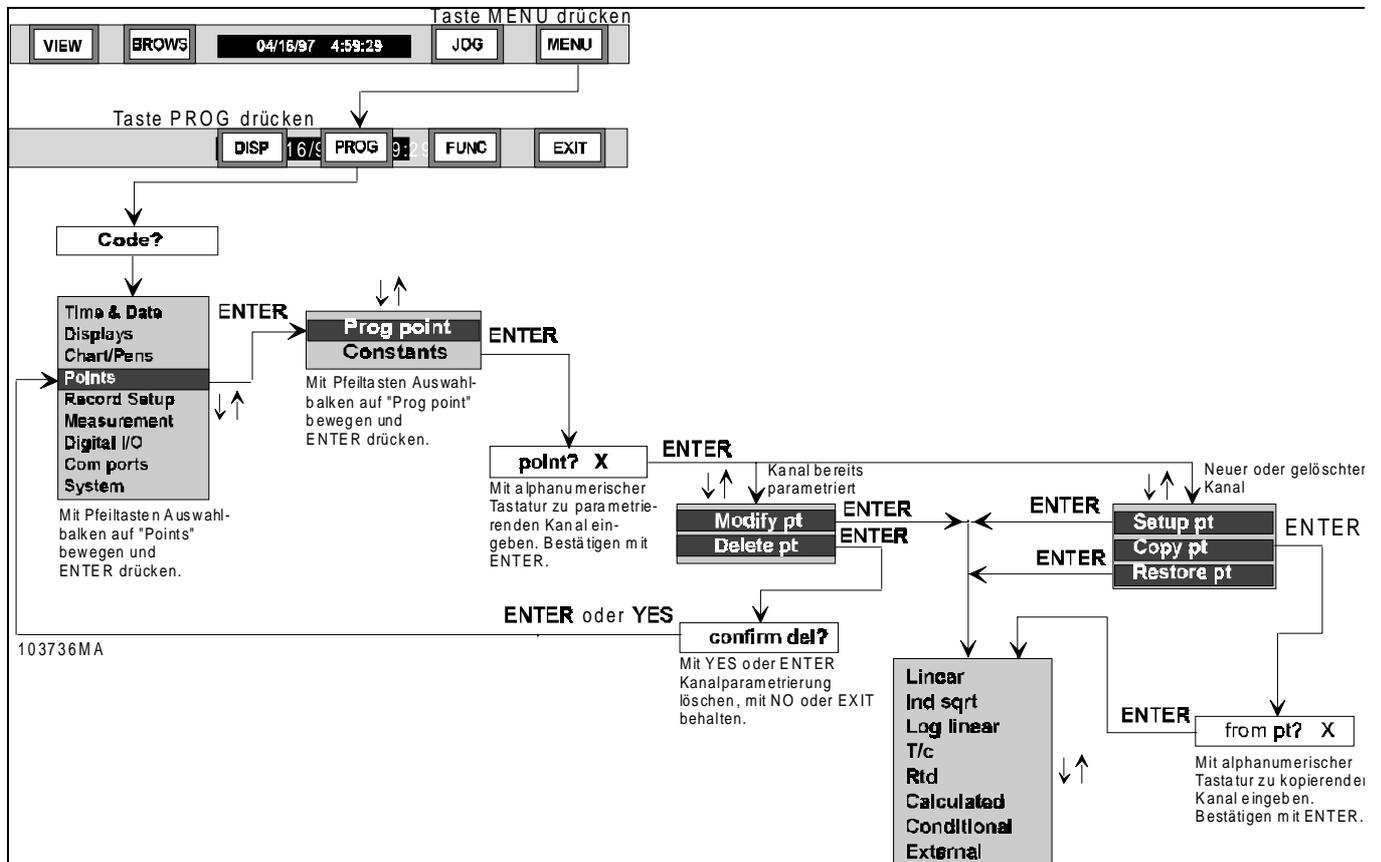

Bild 4-11 Ablaufdiagramm Kanal einrichten
4.6.3 Kanal einrichten. Der Menüpunkt "Prog point" wird über das Parametrierermenü aufgerufen und ermöglicht das Einrichten, Kopieren, Wiederherstellen, Ändern und Entfernen der Parameter eines Kanals. Der Arbeitsablauf folgt den üblichen Regeln der Anwenderprogrammierung; das System erwartet die Eingabe verschiedener Parameter (siehe Bild 4-11).
B. Auswahl – Nachdem eine Nummer gewählt ist, kann der Kanal – sofern er nicht bereits vorhanden ist – neu eingerichtet oder aus einem zuvor eingerichteten kopiert werden. Bereits eingerichtete Kanäle können geändert oder entfernt werden; eingerichtete und dann entfernte Kanäle sind auch wiederherstellbar. Beachten Sie beim Einrichten von Kanälen die folgenden Anweisungen und das Ablaufdiagramm in Bild 4-11: